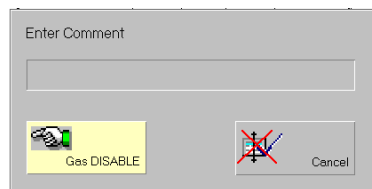

Figure 11 : Pop-up « Disable AL 1+2 »
- Un pop-up s'ouvre (Figure 11: